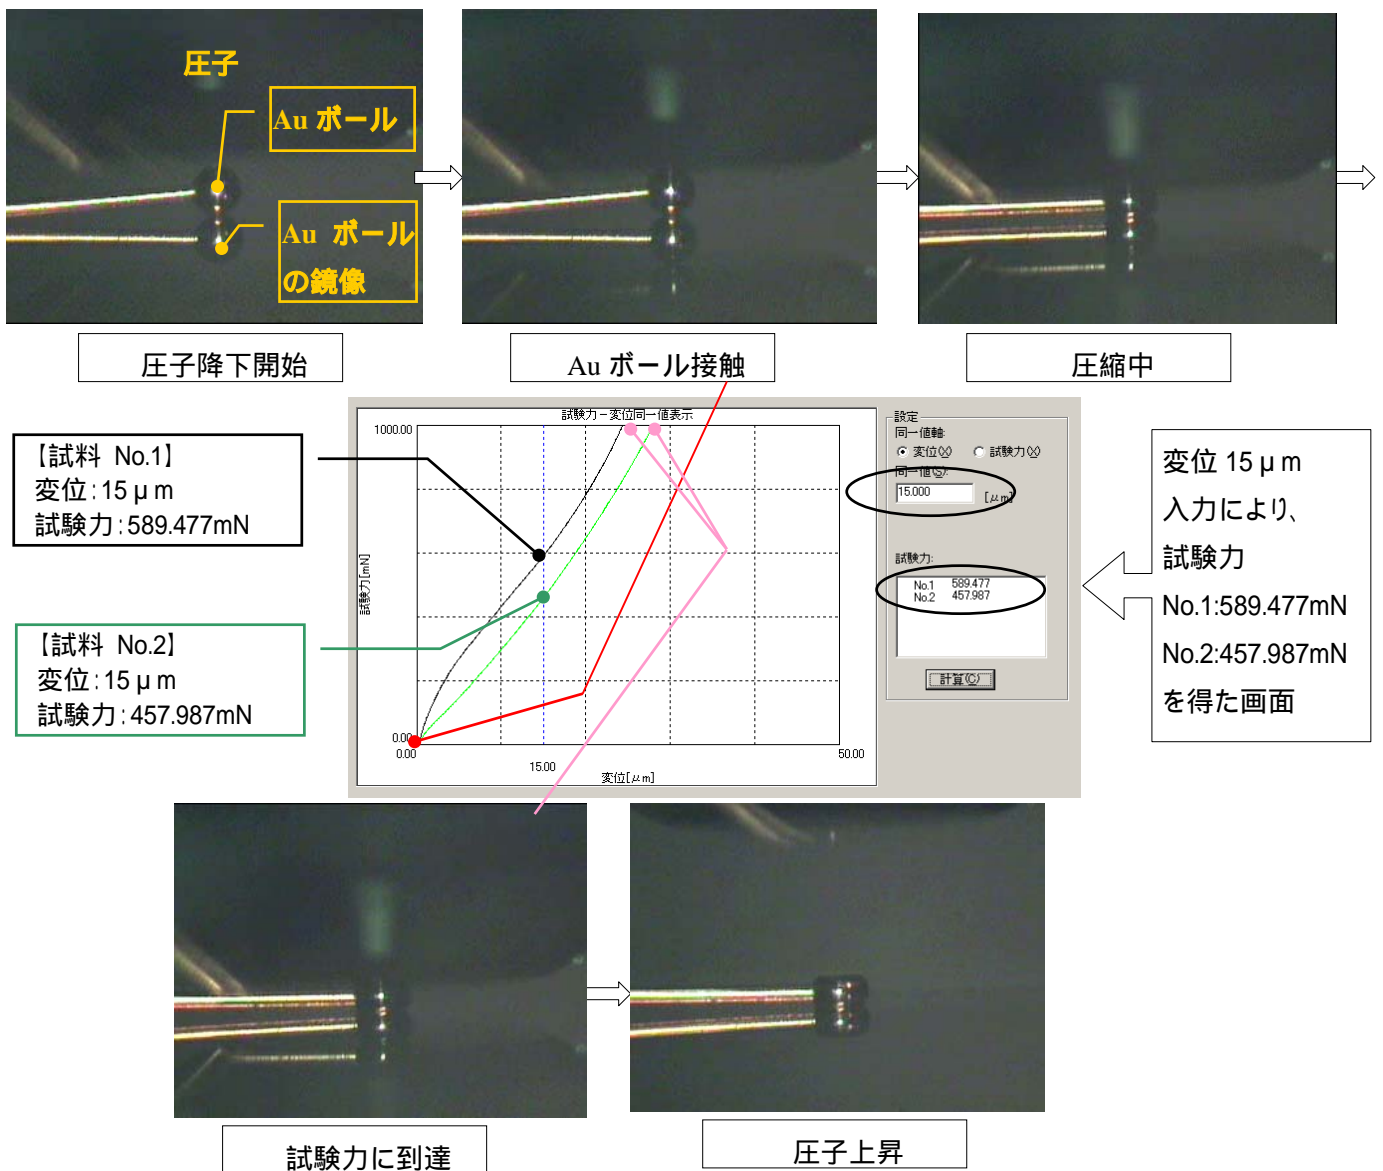

図5 「試験力 変位同一値グラフ」と「Au ボール圧縮変形状況」画像
2) 2項の試験条件で試験した結果より得られる、変位に対する試験力(あるいは試験力に対する変位)を見るための「試験力 変位同一値グラフ」と、その過程でサイド観察キットにて得られた「Au ボールの圧縮変形状況画像」を図5に示します。
3) 試験で得られた「試験力 変位同一値表示グラフ」(図5)の画面上で変位を選択し、変位指定値として15μmを入力すると、試験力表示部に試料No.1は589.477mN、試料No.2は457.987mNが表示され、各試料に対する指定変位15μmにおける各試料の試験力がわかります。この関係は生データからも検索することができます。